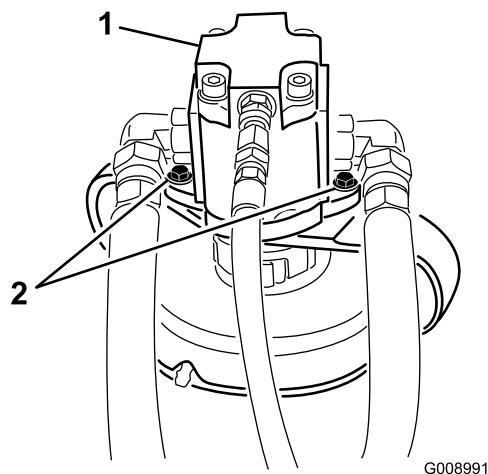

Figura 83
- Retire los pernos que sujetan el motor hidráulico a la unidad de corte (Figura 83). Retire el motor de la unidad de corte y póngalo encima de la unidad de corte.